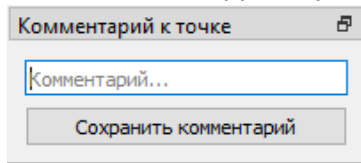

Рисунок 14. Комментарий к точке
- В блоке "Комментарий к точке" (рисунок 14) можно указать комментарий, относящийся к тестируемому компоненту.